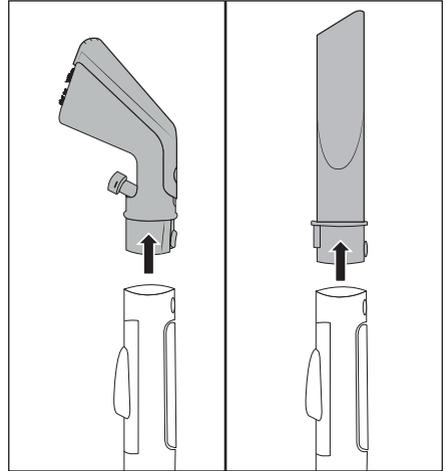

Afb. 7
- ① **LET OP!** Beschadiging van het apparaat! Als het vuilwaterreservoir 7 vol is, sluit de vlotter 6 de zuigopening en werkt het apparaat met een hoger toerental. Schakel het apparaat onmiddellijk uit.
- ① **Opmerking:** Maak het vuilwaterreservoir 7 leeg als het vuile water de MAX-markering heeft bereikt. Let er bij het legen van het vuilwaterreservoir 7 op dat de afvoer (bijv. bij een gootsteen) niet verstopt raakt door haren of grove vuildeeltjes.
- ◆ Pak het vuilwaterreservoir 7 vast aan de handgreep van het deksel 3 en trek het naar boven toe uit het apparaat (zie afb. 7).
- ◆ Trek de beide bevestigingslipjes iets naar buiten en neem het deksel **3** af (zie afb. 7).